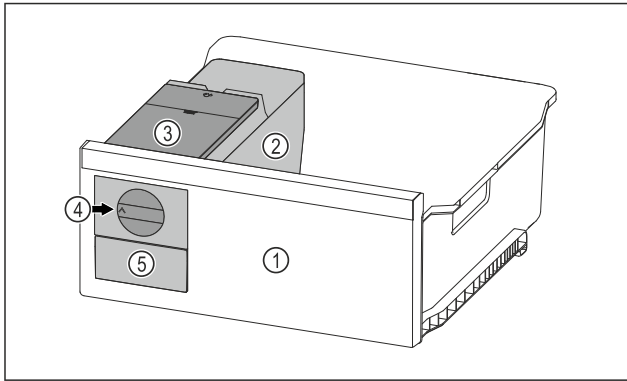

Fig. 68 Príklad zobrazenia
- Otočný gombík Fig. 68 (4) otočte v smere hodinových ručičiek až na doraz.
- ▷ Kocky ľadu vypadávajú z misky na kocky ľadu do zásuvky na kocky ľadu Fig. 68 (5).